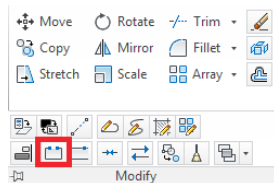

Рис. 35 Функция Break (Разъединения)
- Функция **Break (Разъединения)** позволяет разъединить объекты, созданные инструментом **Polyline (Полилиния)** на отдельные элементы (линии, дуги) (Рис.35). Для разъединения объекта необходимо выделить его, и нажать кнопку **Break (Разъединения)**. Ее можно найти в дополнительной панели **Modify (Редактирование)**.